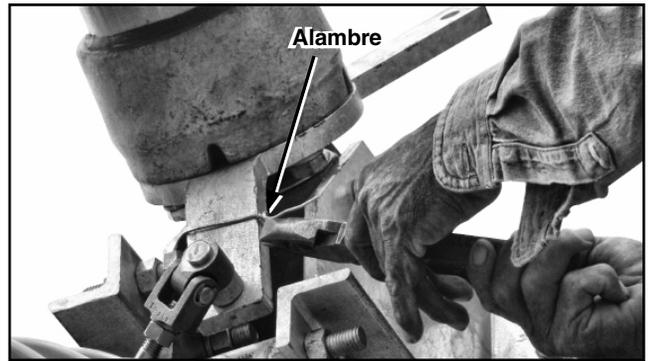

Figura 13. Cortar el alambre.
**Paso 8** Cortar el alambre con el que se sujetaron las navajas o contactos de operación, para poder abrir las navajas. Ver Figura 13.